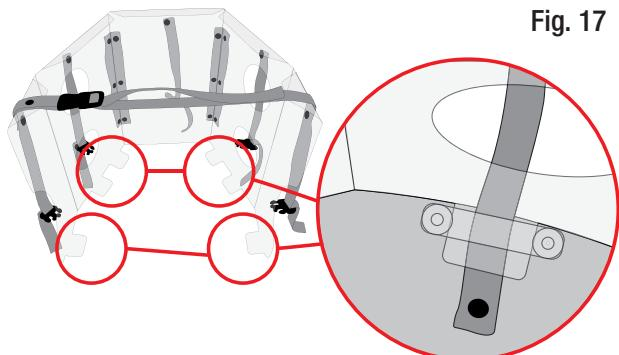

Fig. 17
- insérer les ailettes dans les fentes prévues à cet effet (fig. 17),